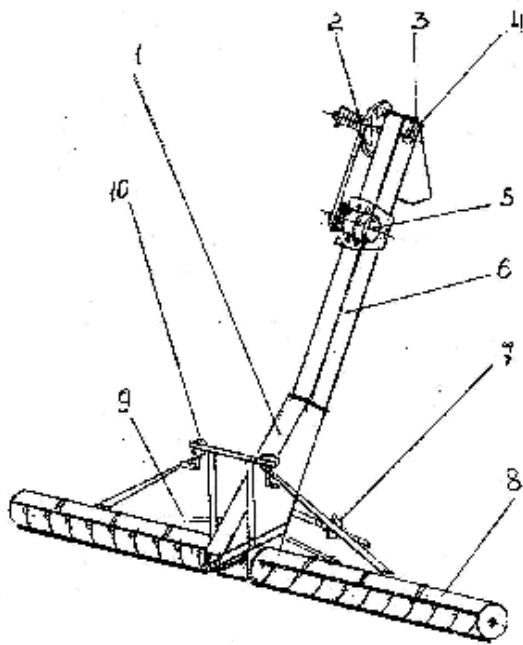

Рис. 4 Транспортер загрузочный
4. 1. Загрузочный транспортер (рис.4) состоит из наклонного скребкового транспортера 1 и двух Т – образно расположенных шнековых питателей 8, шарнирно соединенных с нижней головкой транспортера. Диаметр шнеков питателей – 250 мм, ширина захвата питателями - 4500 мм. Питатели благодаря шарнирной связи с нижней головкой наклонного транспортера копируют поверхность тока, подъем их осуществляют с помощью лебедок 10, установленных на корпусе загрузчика.